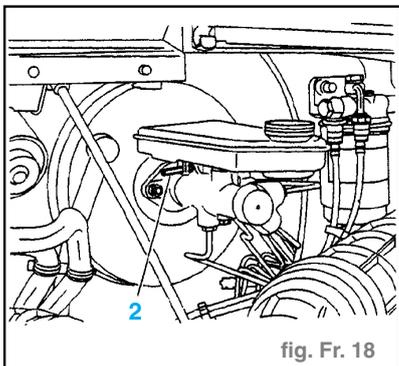

fig. Fr. 18
- Déposer les canalisations de freins, utiliser la clé 1856132000. (fig. Fr. 18)